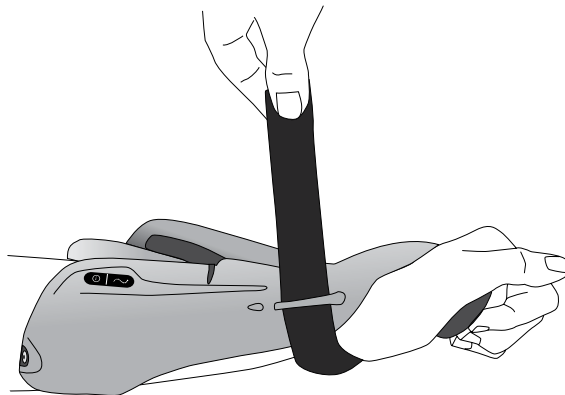

Bild 6-9: Fästa handledsremmen
2. För handledsremmen under handleden och upp genom fästet för handledsremmen. Se bild 6-9.